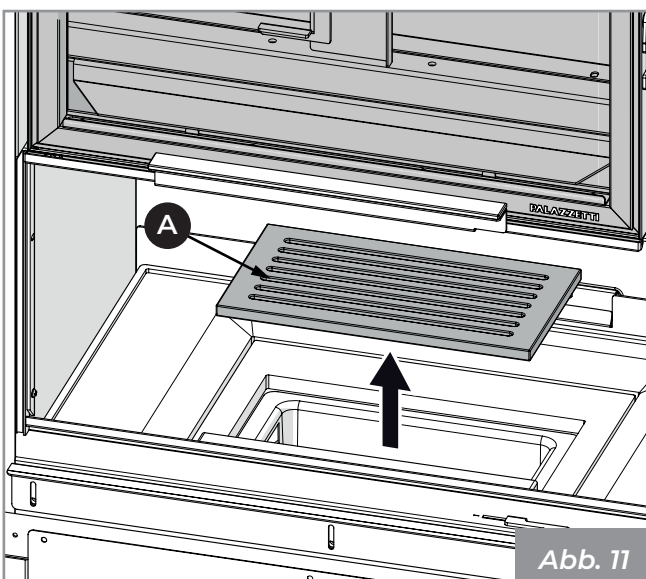

Abb. 11
- 1) Stellen Sie sicher, dass das Gitter (A) (Abb. 11) frei von jeglichen Verbrennungsrückständen ist, die den freien Luftdurchgang behindern könnten. Das Rost herausnehmen und mit einem kleinen Besen (nicht mit geliefert) die Verbrennungsrückstände von der Feuerstätte in die Aschelade fegen. Achten Sie auf glühende Glut.